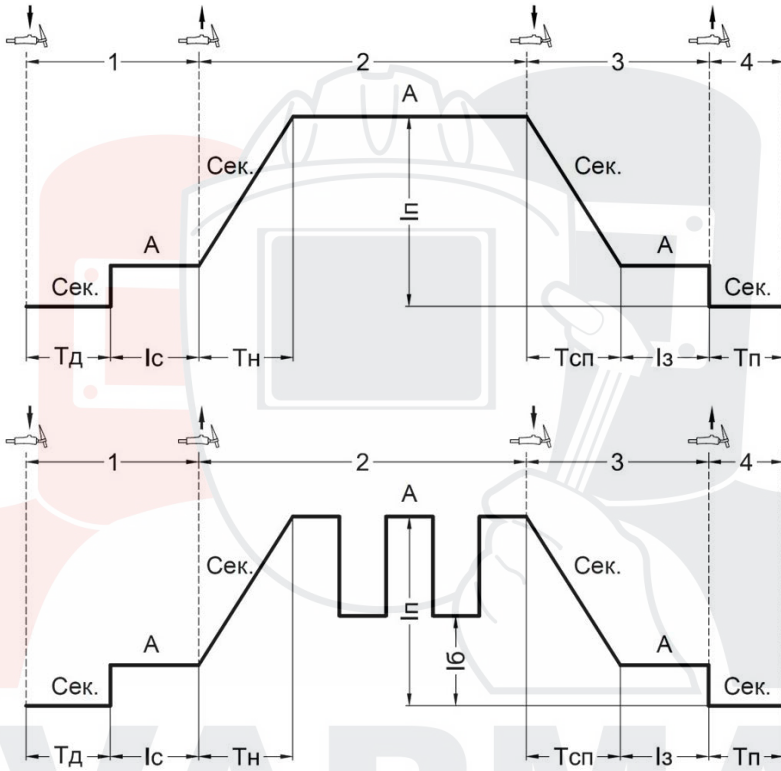

Рис. 7.4.2. Режим работы аппарата 4Т и 4Т в импульсном режиме.
**Четырехтактный режим (4Т)** рекомендуется использовать при длине сварочных швов свыше 200 мм (См. рис. 7.4.2).